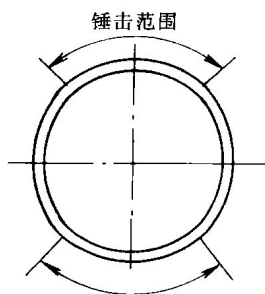

图 1-6 锤击整圆
(1) 锤击整圆。锤击整圆如图 1-6 所示。锤击整圆时,用锤均匀敲击椭圆的长轴两端附近,并用圆弧样板校验整圆结果。锤击时注意用力不要过猛,也不要忽轻忽重,开始用力要轻,逐渐加大锤击力量。